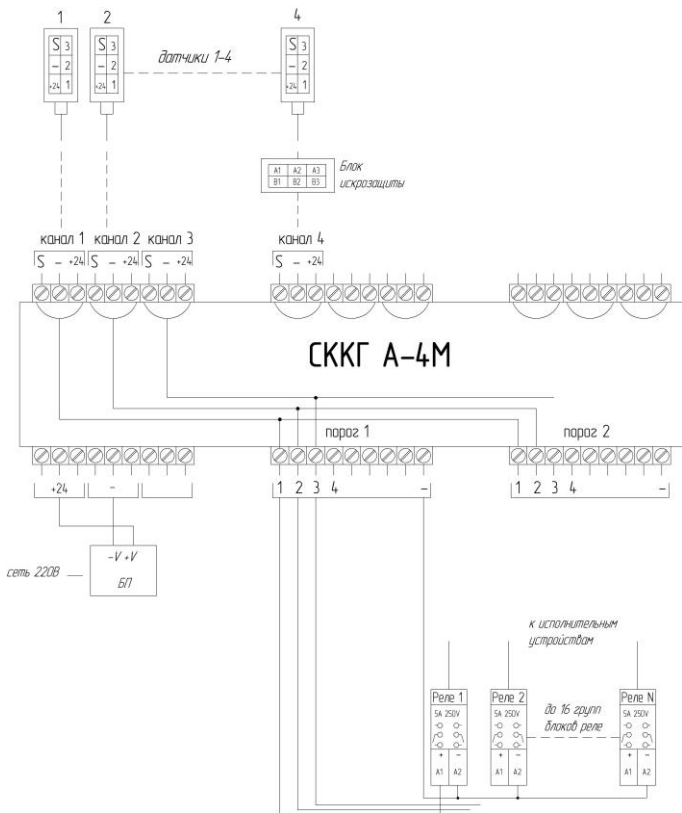
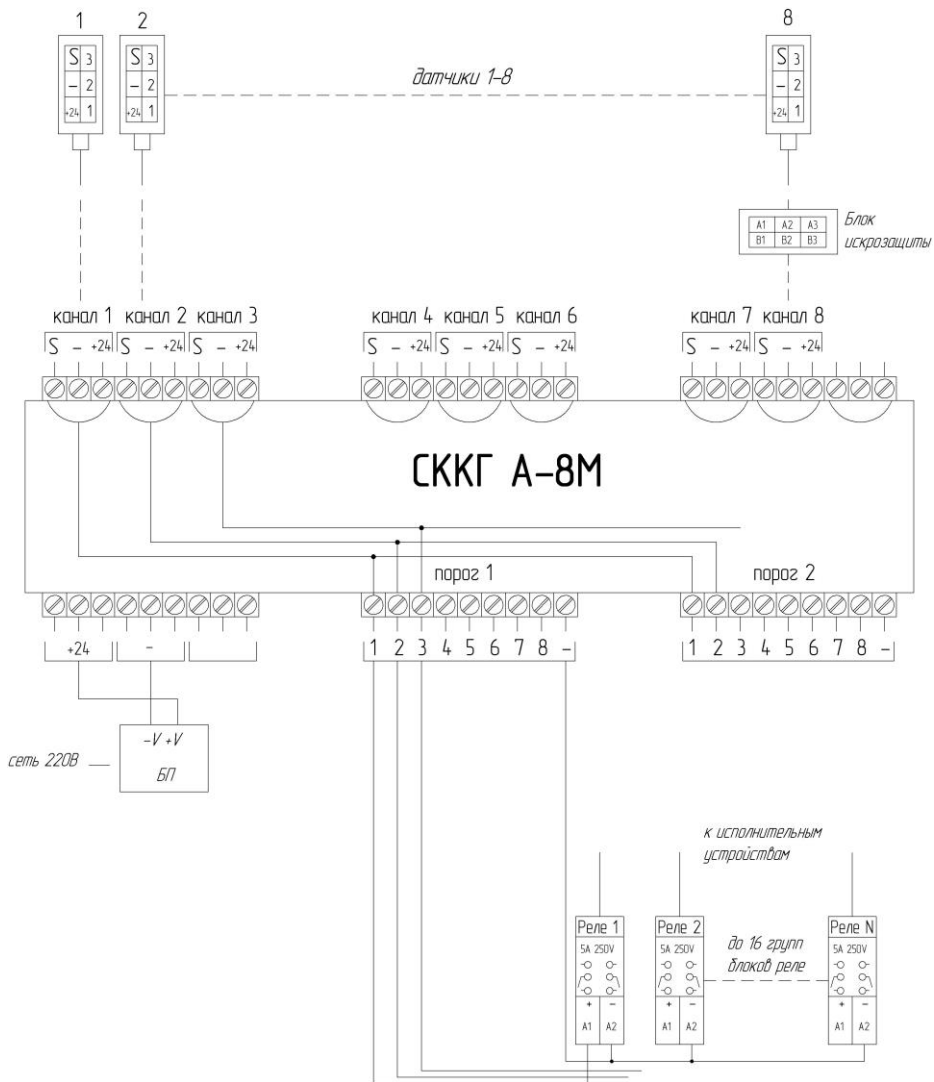

Рис. 1. Структурная схема СККГ А-4М
Рис. 2. Структурная схема СККГ А-8М
2.1. Система состоит из пульта контроля А-4М или А-8М, датчиков (стационарные газосигнализаторы серии ИГС-98) (количество датчиков в конкретном исполнении отмечено в паспорте на пульт), блока питания (при необходимости), барьеров искрозащиты (при необходимости), выносных силовых реле и соединительных кабелей. Структурная схема СККГ А-4М приведена на рис. 1, СККГ А-8М – на рис.2.